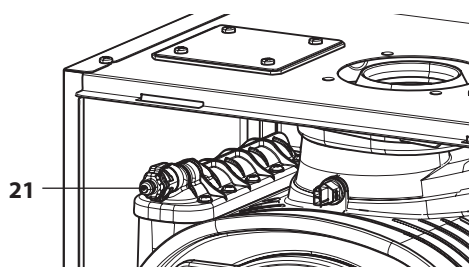

Figura 6.4
- Antes de aflojar el racor de purga del intercambiador primario de condensación (21 en la Figura 6.4), conecte un tubito de desagüe al portagoma para que fluya el agua de salida.
- Llene la instalación de calefacción (véase la sección "Llenado del circuito de calefacción" en la pág. 22) y vuelva a cerrar el racor de purga del intercambiador primario de condensación (21 en la Figura 6.4) cuando empiece a salir agua de este. Quite el tubito de desagüe.